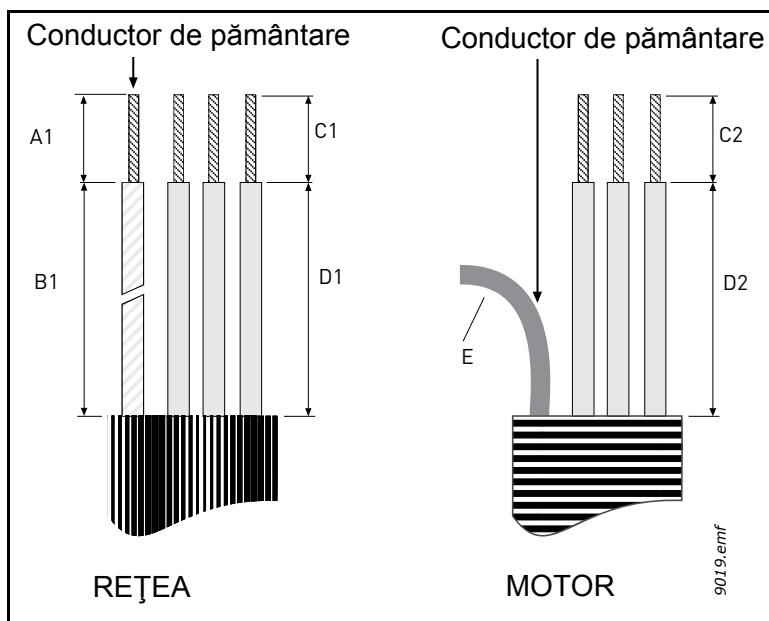

Figura 32. Dezizolarea cablurilor
**10** Conectați cablurile dezizolate așa cum se arată în Figura 32.